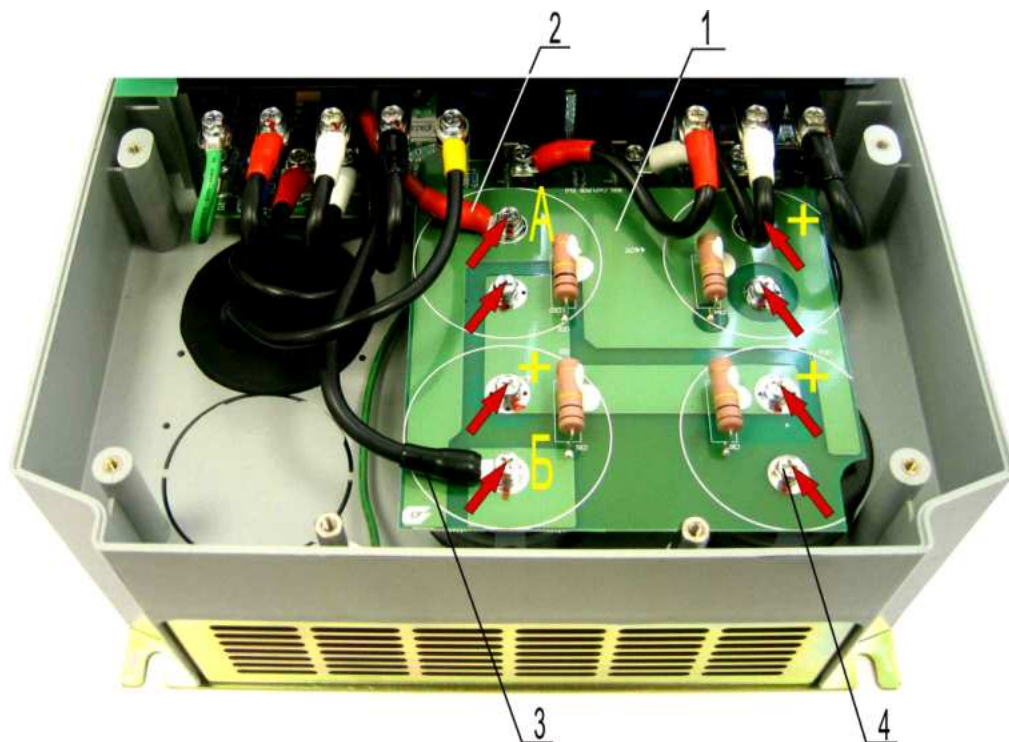

Рис. 7.6
Примечание. Если конструкция емкостной платы соответствует рис. 7.6, конденсаторы ориентировать, как показано на рис.7.3б.
Примечание. Если конструкция емкостной платы соответствует рис. 7.6, технологический процесс выполнять в соответствии с п.п. 7.3.13...7.3.15, (п.п.7.3.7...7.3.12 не выполнять!).
- 7.3.13. Установить плату 1 на конденсаторы, как показано на рис. 7.6. Совместить отверстия платы с выводами конденсаторов. Закрепить плату шестью винтами 4, за исключением точек А и Б (рис. 7.6).
- 7.3.14. Установить наконечник провода 2 над отверстием А платы (рис. 7.6). Закрепить наконечник винтом.
- 7.3.15. Установить наконечник провода 3 над отверстием Б платы (рис. 7.6). Закрепить наконечник винтом.